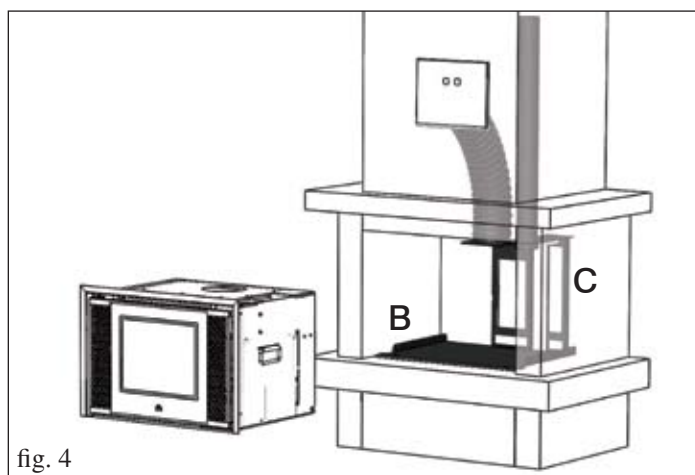

fig. 4
• Installare la piastra di base (**B**) del kit nella posizione che dovrà avere INPELLET 49 (fig. 4).